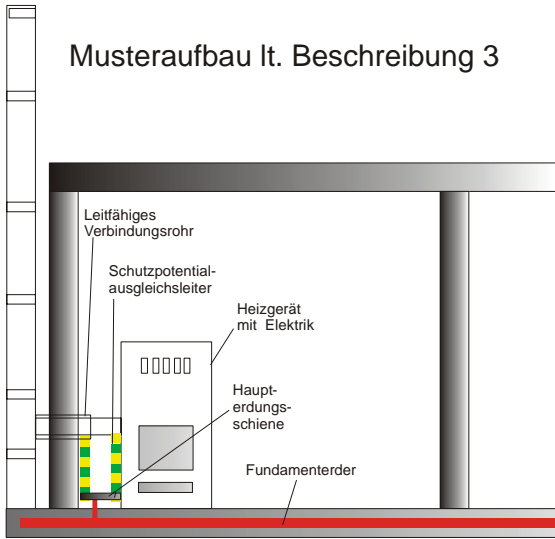

Bild 3
3. ... außen an der Wand eines Gebäudes ohne äußeren Blitzschutz aber mit Verbindung zur Elektrik des Kaminofens oder sonstigen Heizungsanlage o.ä. führt. (Bild 3)